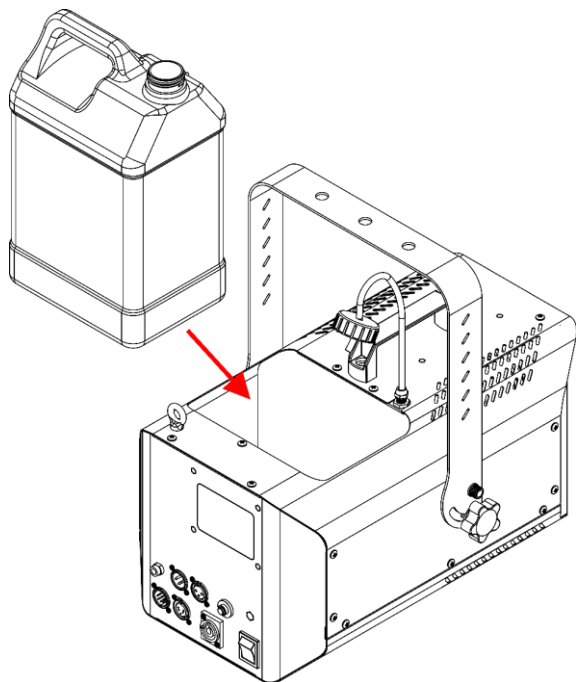

Fig. 18
07) Vuelva a colocar el depósito de líquido en el dispositivo, como se muestra en la Fig. 18.